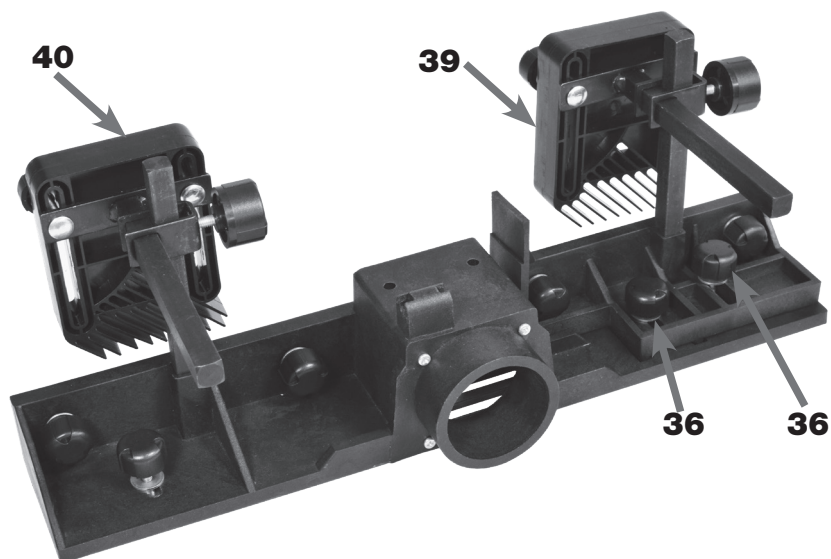

FIGURA 23B - Montagem do Conjunto da Guia
15. POSICIONAR o Conjunto da Barra de Pressão Esquerda (39) sobre o Suporte de Apoio (17) alinhado com os Parafusos Franceses do item 14 (figura 23B);
16. TRAVAR o Conjunto da Barra de Pressão Esquerda (39) pelos Manípulos (36) (figura 23B);